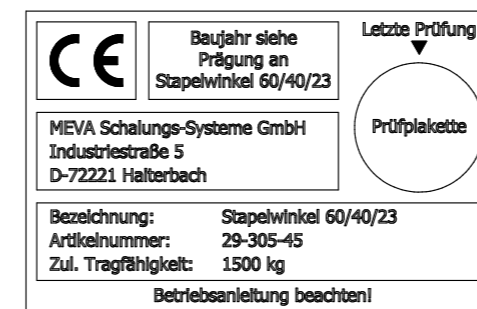

Fig. 6 Plaque d'identification
Insérez un angle d'empilement 60/40/23 sur chaque angle du panneau de coffrage vertical : le panneau doit reposer sur le support (4) face coffrante vers le haut (Fig. 6). Cela permet de préserver la peau coffrante quand la pile est déplacée avec un chariot à fourche.
La plaque d'identification (Fig. 6), et l'indication de la charge maximale d'utilisation, doit être disponible et lisible.